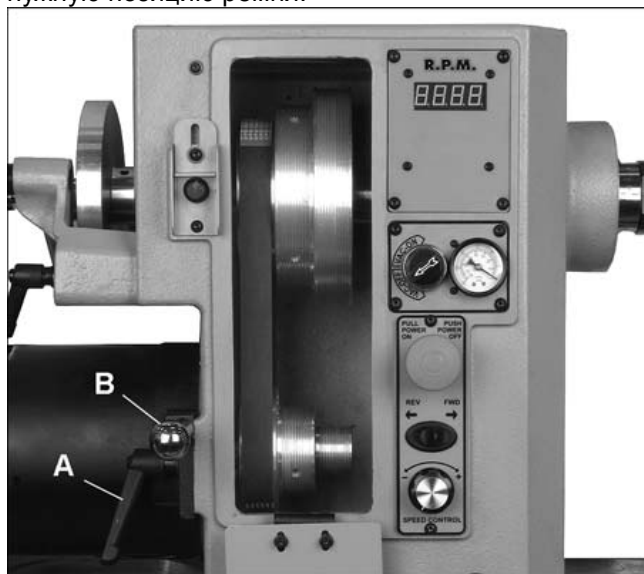
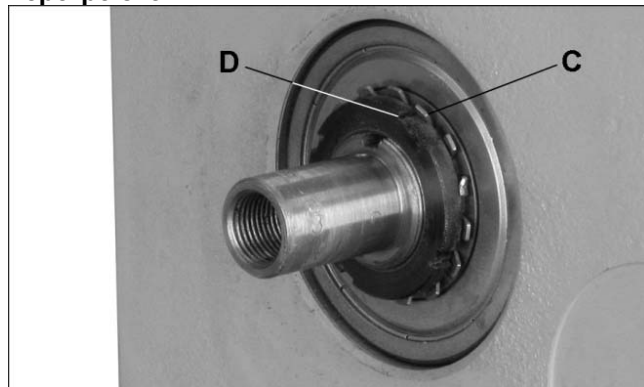

Рис. 31
Рис. 32
3. Ослабьте зажим подвески мотора (А, Рис. 31) и поднимите рычаг (В), чтобы поднять мотор. Затяните зажим (А), чтобы зафиксировать мотор в данной позиции.
Подшипник шпинделя устанавливается на заводе-производителе. Люфта в осевом направлении или ослабления не должно быть. Если произошло ослабление, его можно устранить осторожным затягиванием зажимной гайки подшипника на шпинделе следующим образом (См. Рис. 32):
2. При помощи отвертки аккуратно отогните зубцы на шайбе (С, Рис. 32), которые фиксируют гайку подшипника (D).
3. Расположите конец отвертки с плоским шлицом в один из пазов на фиксирующей гайке (D).
4. Стукните по ручке отвертки молотком так, чтобы фиксирующая гайка (D) затянулась по часовой стрелке. Поворачивайте фиксирующую гайку подшипника только примерно на 1,5мм за раз.
2. Ослабьте зажим подвески мотора (А, Рис. 31) и поднимите рычаг (В), чтобы поднять мотор.
4. Ослабьте два установочных винта (F) на делительном диске при помощи шестигранного ключа и снимите диск с передней бабки.
5. Ослабьте и снимите фиксирующую гайку подшипника и звездчатую шайбу (C/D, Рис. 32).
9. Задвиньте шпиндель на место, установите звездчатую стопорную шайбу и фиксирующую гайку подшипника (C/D, Рис. 32). Проверьте люфт шпинделя в осевом направлении (См. раздел 5.13, «Проверка люфта шпинделя»).